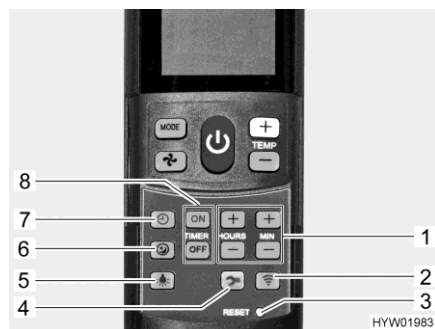

Fig. 248 Télécommande avec touches de réglage (climatisation)
- Appuyer sur la touche Démarrage en douceur (Fig. 248,6). En mode de refroidissement, le ventilateur tourne alors à faible régime et donc particulièrement silencieusement.
- Appuyer sur la touche Heure (Fig. 248,7).
- Régler les heures et les minutes avec les touches (Fig. 248,1).
- Appuyer sur la touche "ON" (Fig. 248,8).
- Appuyer sur les touches de réglage du temps (Fig. 248,1) jusqu'à ce que le laps de temps désiré jusqu'à l'enclenchement soit atteint.
- Appuyer sur la touche "OFF" (Fig. 248,8).
- Appuyer sur les touches de réglage du temps (Fig. 248,1) jusqu'à ce que le laps de temps désiré jusqu'au désenclenchement soit atteint.
- Appuyer de nouveau sur la touche "ON" ou sur la touche "OFF" (Fig. 248,8).
- Appuyer sur la touche Éclairage (Fig. 248,5). L'éclairage s'allume au dernier niveau de variation qui a été réglé.
- Appuyer sur la touche Éclairage (Fig. 248,5) et la maintenir ainsi jusqu'à ce que la luminosité désirée soit atteinte.
- Appuyer sur la touche Éclairage (Fig. 248,5).
- ▷ La touche Setup (Fig. 248,4) sert à établir la connexion entre la télécommande et la climatisation lors de la première mise en service.